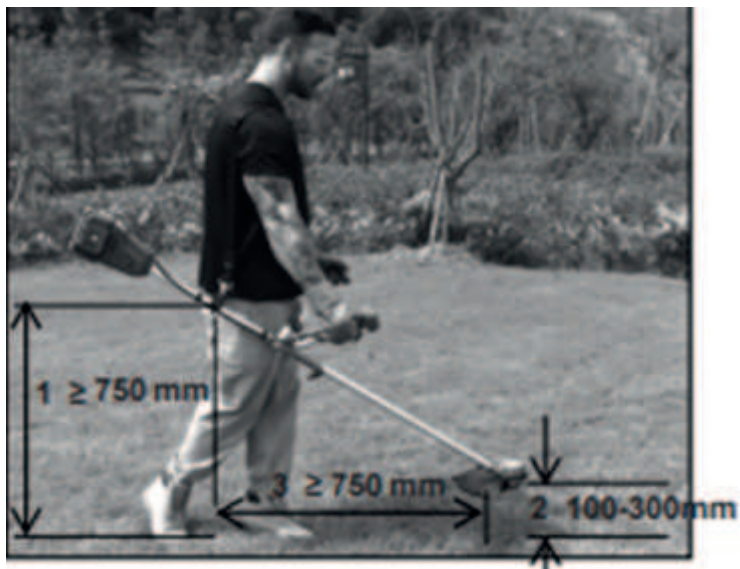

Рисунок 15. Регулювання положення наплічного паскового підвісу.
- відрегулювати положення скоби підвісу на штанзі виробу за допомогою болта (1, рис. 15) для точного балансування виробу під час роботи на рівні стегна (рис. 15).